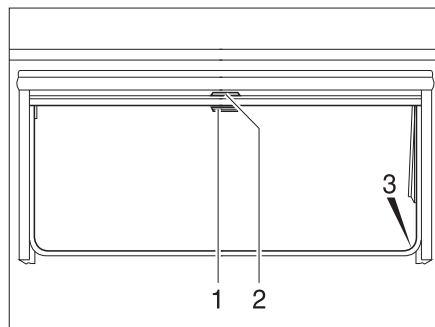

Fig. 80 Finestra apribile
- Tirare verso il basso l'oscurante a rullo accompagnandolo con la maniglia (Fig. 80,2). Quando si chiude completamente l'oscurante a rullo esso va agganciato da entrambi i lati al telaio della finestra nell'apposito elemento di fissaggio (Fig. 80,3).
- Quando l'oscurante a rullo è completamente chiuso: Spingere la maniglia (Fig. 80,2) verso il basso tirandola leggermente verso l'interno. Sganciare l'oscurante a rullo dagli elementi di fissaggio a destra e a sinistra del telaio della finestra.
- Quando l'oscurante a rullo si trova in posizione intermedia: Tirare la maniglia (Fig. 80,2) leggermente verso il basso finché l'elemento di fissaggio non si è sganciato.
- Tirare la maniglia (Fig. 80,1) della zanzariera a rullo verso il basso e agganciarla all'elemento di fissaggio (Fig. 80,3) su entrambi i lati del telaio della finestra.
- Spingere la maniglia (Fig. 80,1) verso il basso tirandola leggermente verso l'interno. Sganciare la zanzariera a rullo dagli elementi di fissaggio a destra e a sinistra del telaio della finestra.